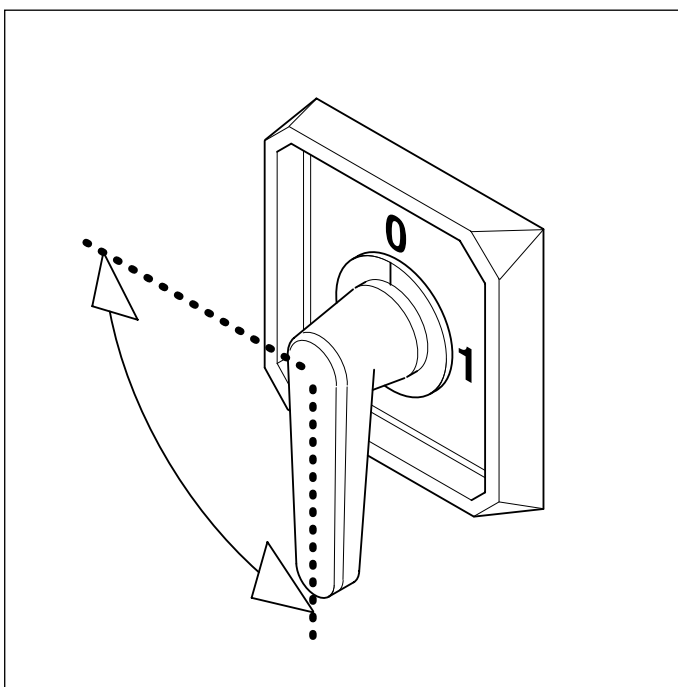

Fig. 12 - Interruttore blocca-porta
- 1 - Dare tensione all'impianto portando l'interruttore generale blocca-porta in posizione 1 (Fig. 12).